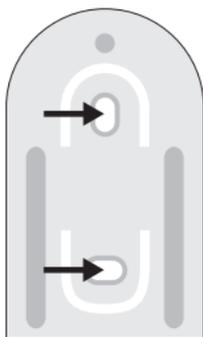

Bild 4
- Halten Sie den Wandhalter mit der runden Seite nach oben weisend senkrecht an die Wand, siehe Bild 4.
- Markieren Sie durch die beiden Langlöcher die Position der Bohrungen, siehe Pfeile im Bild 4.